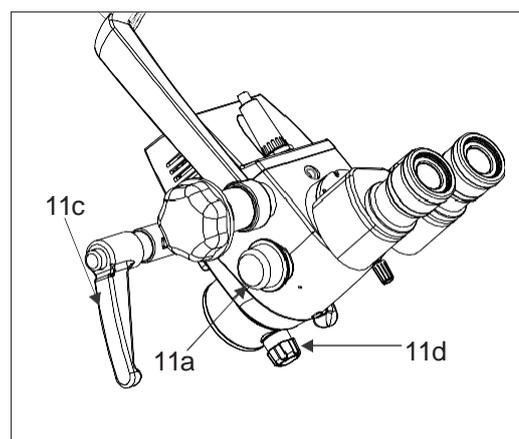

Fig. 13
EINRICHTEN DER VERGRÖßERUNG (Siehe Abbildung 13)
2. Die Feinjustierung erfolgt mit dem am CMO angebrachten Knopf (11d) in Abbildung 13.